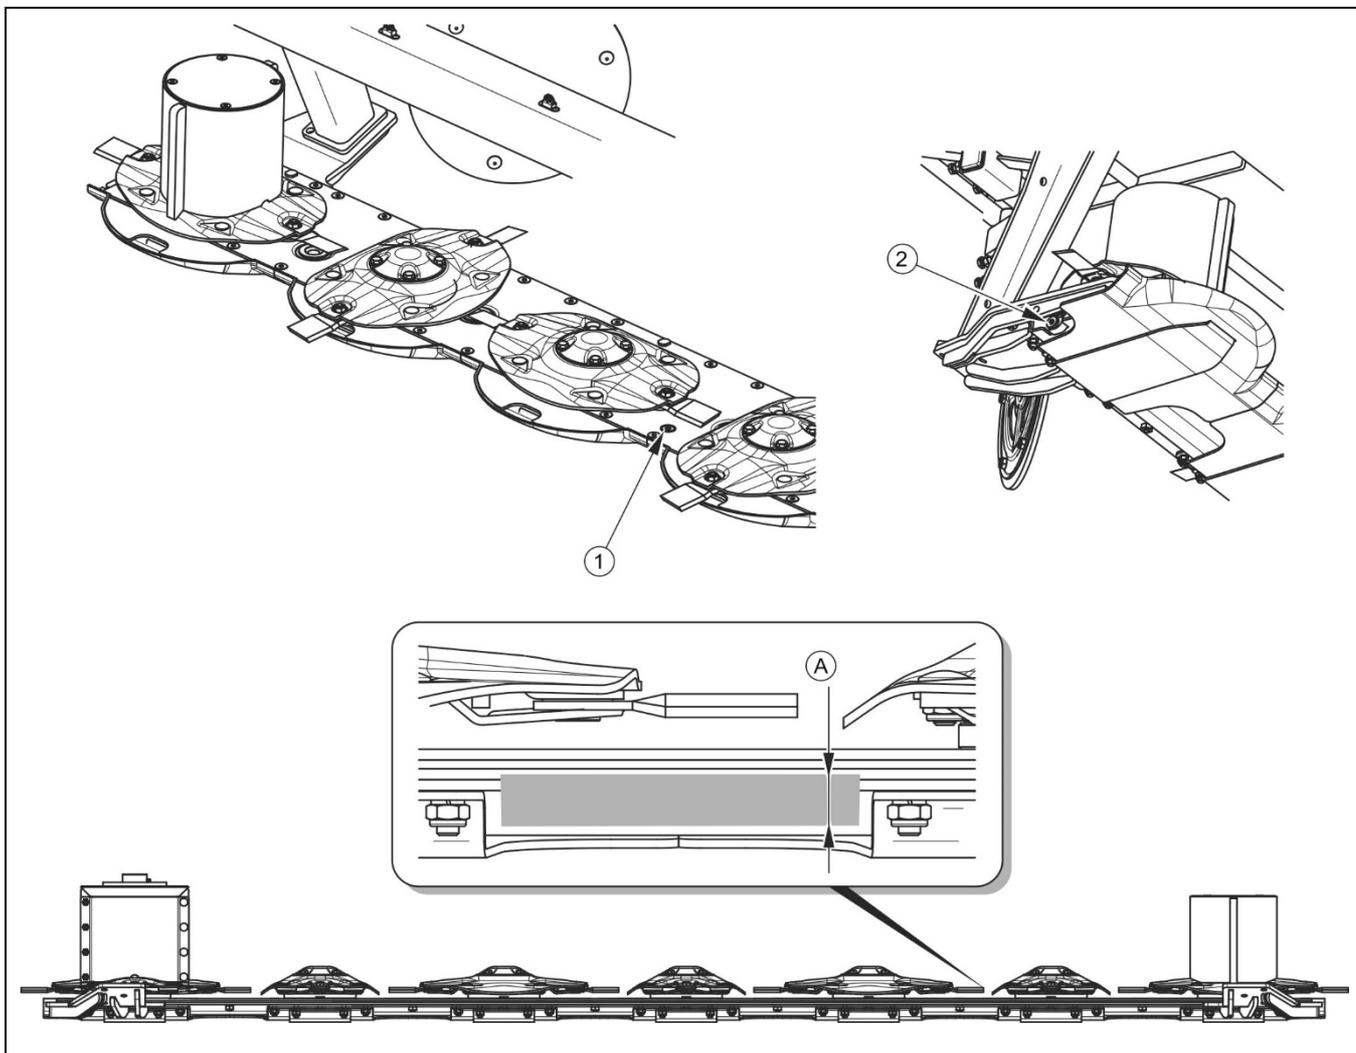

РИСУНОК 5.7 Проверка уровня масла в режущем бруске
(1) контрольно-заливная пробка; (2) сливная пробка; (A) правильный уровень масла $6 \div 8$ мм от дна бруса
При горизонтальной установке бруса правильный уровень масла должен находиться на высоте $6 \div 8$ мм от дна бруса. Для проверки уровня масла нужно отвинтить контрольно-заливную пробку (1), которая находится между третьим и четвертым диском (РИСУНОК 5.7). Перед проверкой уровня холодного масла, нужно подождать ок. 15 минут. Состояние масла можно проверять только при горизонтальной установке бруса.
- отвинтить контрольно-заливную пробку (1) (РИСУНОК 5.7),
- отвинтить сливную пробку (2) и слить отработанное масло в заранее подготовленную емкость
- завинтить сливную пробку (2),
- опустить режущий аппарат в горизонтальное положение и залить требуемое количество масла через контрольно-заливное отверстие (1).